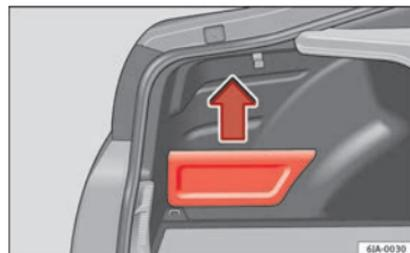

Fig. 160 Bagagliaio: portaoggetti.
– Afferrare la copertura dall'alto ed estrarla secondo il senso della freccia » fig. 160.